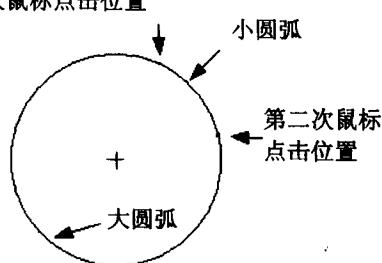

图 2-8 圆弧分割实例
(2) 圆形的分割：圆形属于封闭像素，如果只有一个断点是无法将其分为两个独立的像素单元的，此时其展开的结果仍然是一条直线线段像素。所以必须在圆上的不同位置两次点击鼠标，从而将圆分为两段圆弧，如图 2-8 所示。